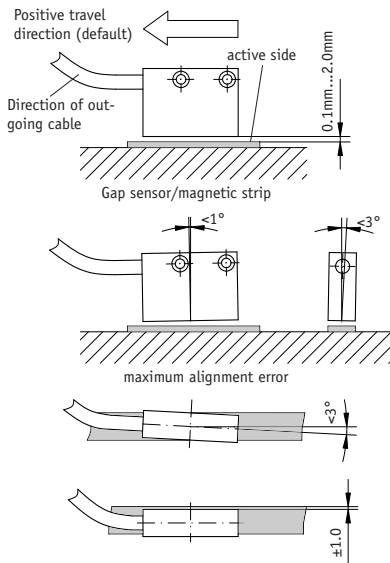

Fig. 7: Mounting tolerances
- Der Sensor ist mit der aktiven Seite vom Band abgewandt montiert (siehe Abb.7).
The sensor's position relative to the magnetic strip is exactly defined. The correct gap between sensor and magnetic strip must be maintained over the total travel distance, irrespective whether the strip or sensor moves. (fig. 7).
Within the defined limits (fig. 7), errors due to